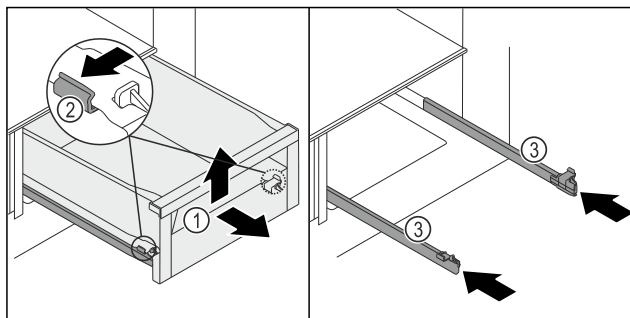

Fig. 199
- Extrageți sertarul Fig. 199 (1) până la opritor.
- Apăsăți concomitent ușor spre exterior cleva Fig. 199 (2) stânga și dreapta pe șine.
- Sertarul Fig. 199 (1) se desprinde de pe șine.
- Ridicați sertarul Fig. 199 (1) în față.
- Extrageți sertarul Fig. 199 (1) spre partea frontală.
- Împingeți în interior șinele Fig. 199 (3).